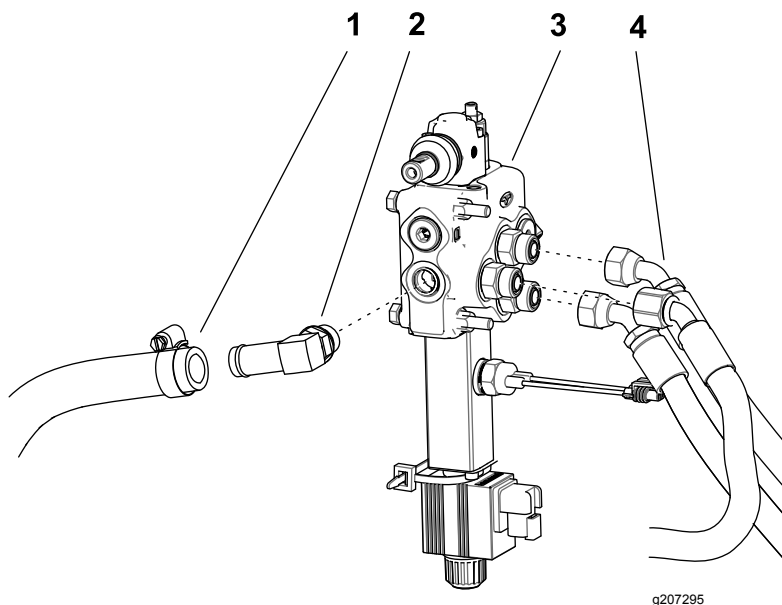

Figura 16
5. Fissate il raccordo a gomito al foro sulla parte posteriore della valvola ausiliaria (Figura 16).
7. Rimuovete il tappo dal flessibile di ritorno e fissatelo al raccordo a gomito con la fascetta stringitubo (Figura 16).